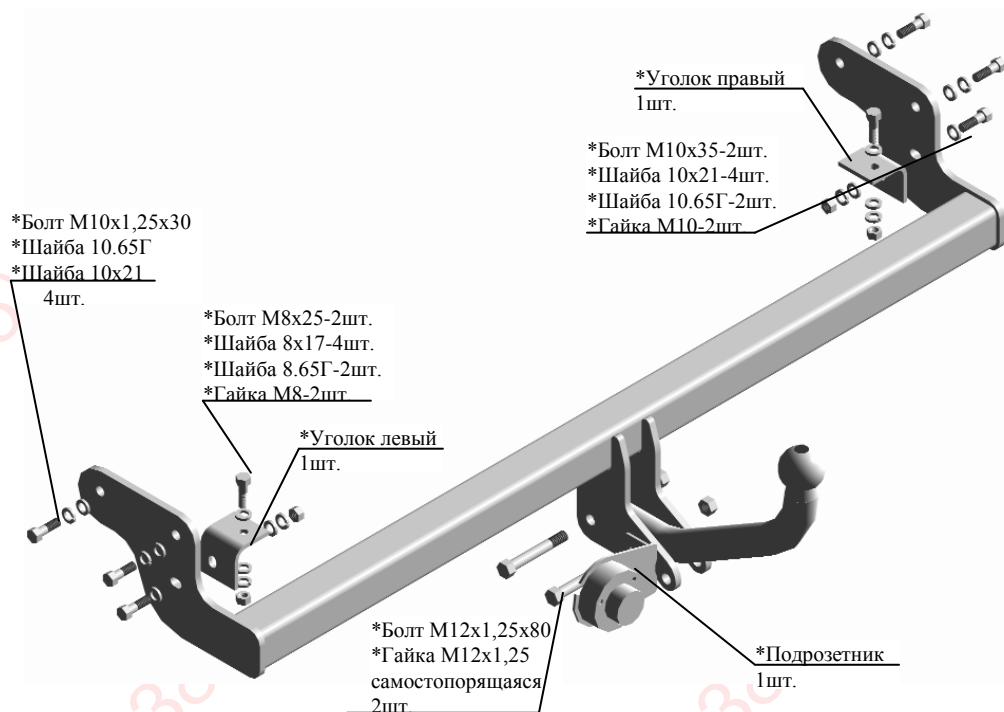

Рис.1 Тягово-сцепное устройство 7221
2.1 ТСУ 7221 в сборе (рис.1)	1 шт.
2.2. Пакет комплектующих (рис.1)